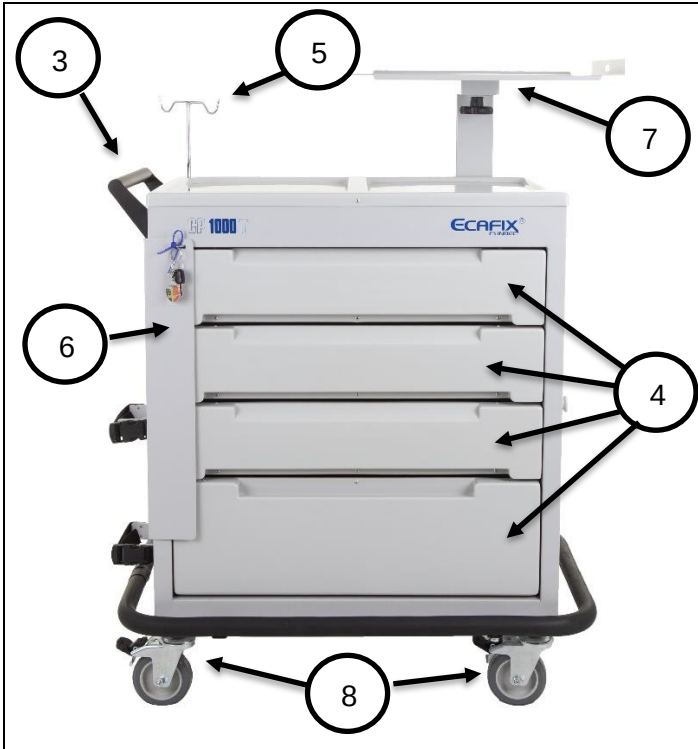

Figura 05
- 8 - 04 rodízios giratórios, sendo 2 frontais com freios (Figura 05) e 2 traseiros sem freios (Figura 07);